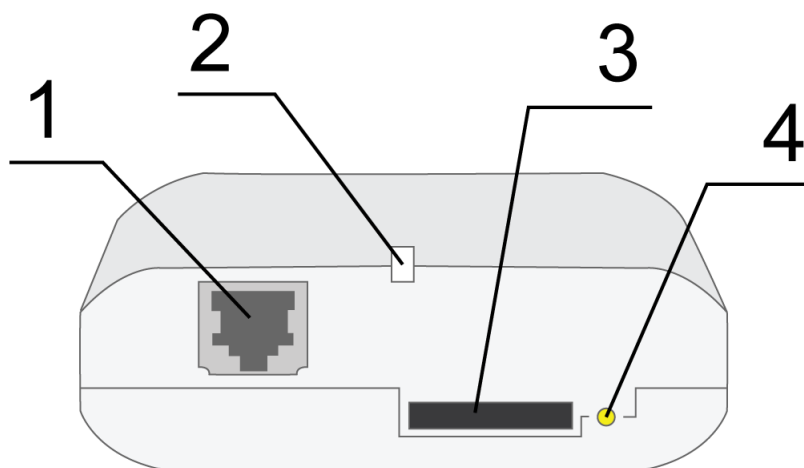
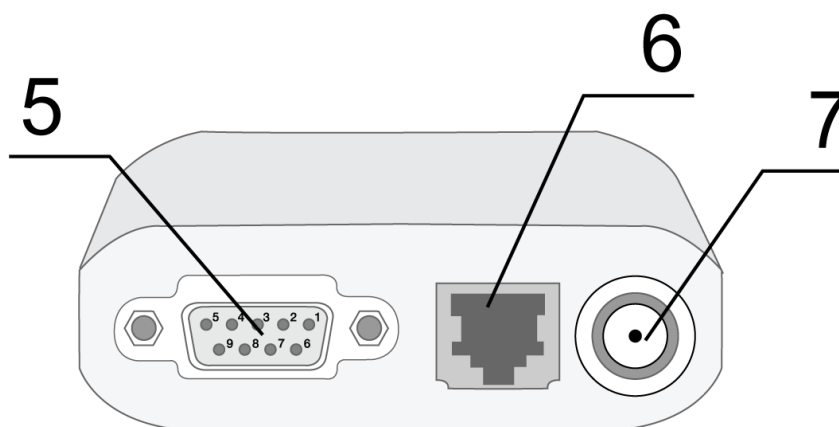

Рис. 2.4.1 Вид спереди
Рис. 2.4.2 Вид сзади
Модем MC52iWDT представляет собой компактное устройство, выполненное в пластмассовом корпусе. Внешний вид представлен на рис.2.4.1 и рис.2.4.2.
- достать SIM-лоток, нажав на кнопку извлечения SIM-лотка (рис.2.4.1);
Подключить GSM антенну и коммутирующий кабель (RS232). Подать питание на модем через разъем питания (рис.2.4.2). После подачи питания произойдет запуск модема, о чем сигнализирует зеленый индикатор частым миганием (табл.2.6.1). При снятом PIN-коде SIM-карты автоматически происходит регистрация в сети. После завершения регистрации модем переходит в рабочий режим, зеленый индикатор мигает реже.